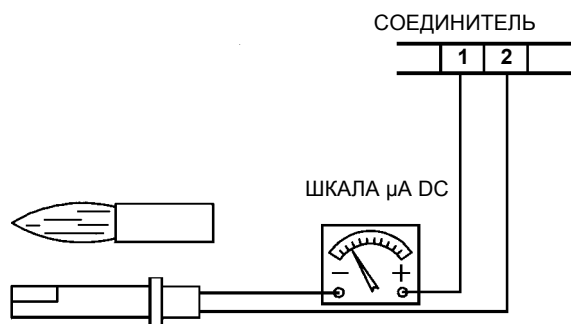

Рис. 24
- проверить и аккуратно почистить фоторезистор улавливания пламени и, если необходимо, заменить его. В случае возникновения сомнения, проверить контрольный контур после того, как горелка будет вновь запущена, согласно схеме на Рис. 24;
Для того, чтобы замерить контрольный сигнал, обратиться к схеме на Рис. 24.